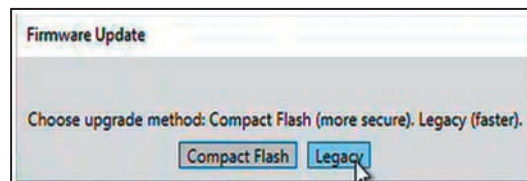

Figura 28. La ventana de diálogo de actualización de firmware elige el método de actualización para el control SDA-4540R2.
**PASO 8.** La ventana de diálogo Actualización del Firmware le pedirá que seleccione el método de actualización. Haga clic en una de las opciones para continuar. Ver Figura 28 para las opciones de control del SDA-4540R2 y Figura 32 en la página 28 para las opciones del SDA-4540R3.